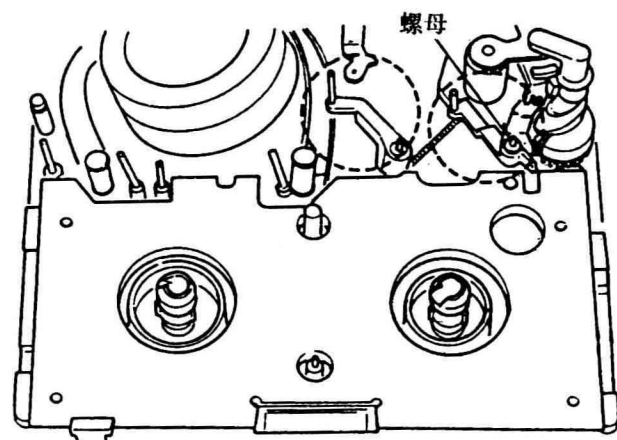

图46
②在带盘上安装好调整模板;
③逆时针转动主导轴电机(加载方向)直到机构成为如图46所示的状态;